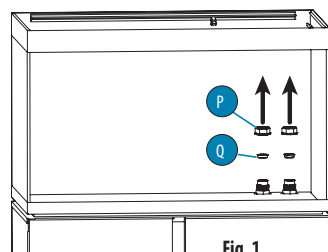

Fig. 1
1. Skru proppen (P) ud manuelt, og tag proppen (Q) ud af åbningen (O) (fig. 1).
1. Skru proppen (P) ud manuelt, og tag proppen (Q) ud af åbningen (I) (fig. 1).